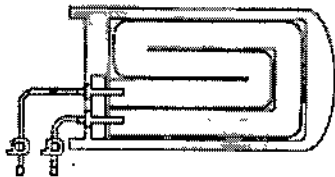

Fig 4. Cassette flexible del calentador (cámara de goteo aparte)
3. Abra el embalaje que contiene el Cassette flexible del calentador (Fig. 1). Desconecte la cámara de goteo del Cassette flexible del calentador y póngala aparte (junto con el tubo que tiene conectado) (Fig. 4).